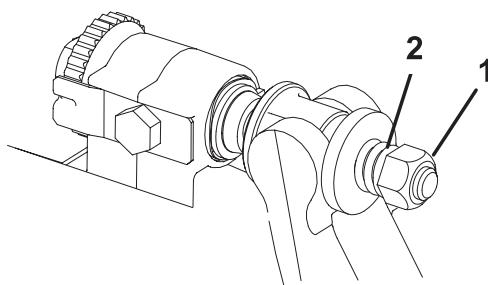

Figure 24
- Serrez l'écrou de tension du ressort jusqu'à ce que les spires soient jointives, puis desserrez-le de 1/2 tour (Fig. 24).